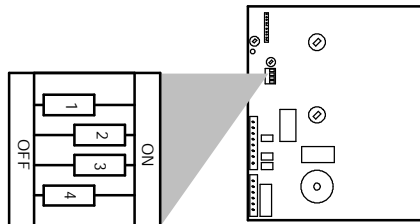

fig. 6.3
- 8 Posizionare il micro selettore "2" (fig. 6.3) in OFF per il gas Butano e Propano, in ON per il gas Metano.